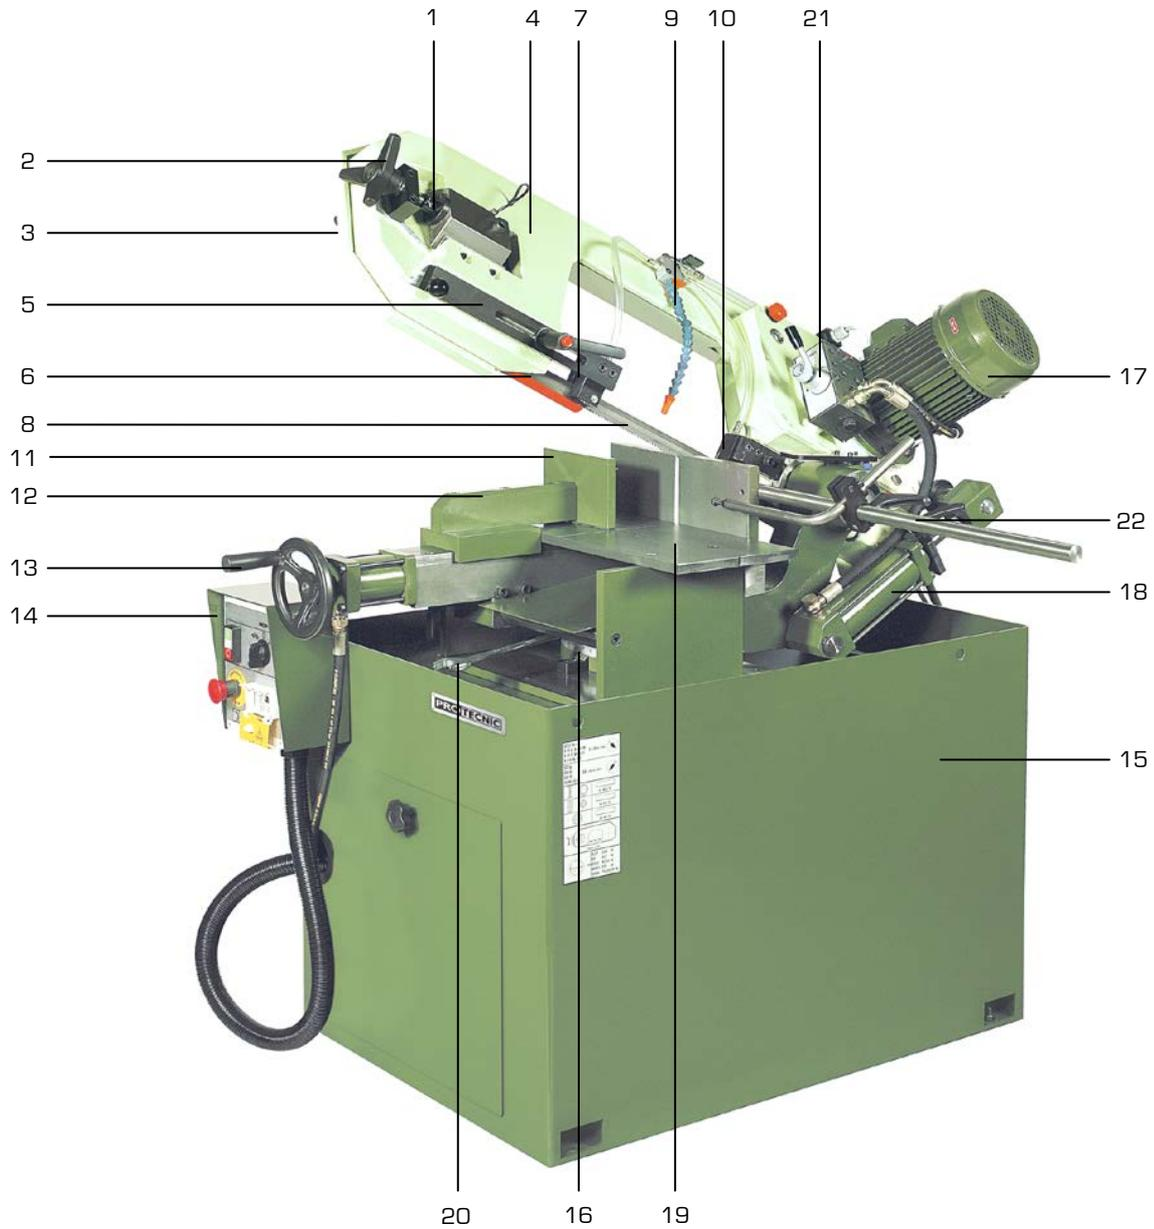

Figure 1
- Insérer la butée de coupe [22 fig.1] dans son siège sur la base droite de l'étau, puis la bloquer.
Ce pictogramme de sens de défilement du ruban est présent sur le carter ruban [3 fig.1].